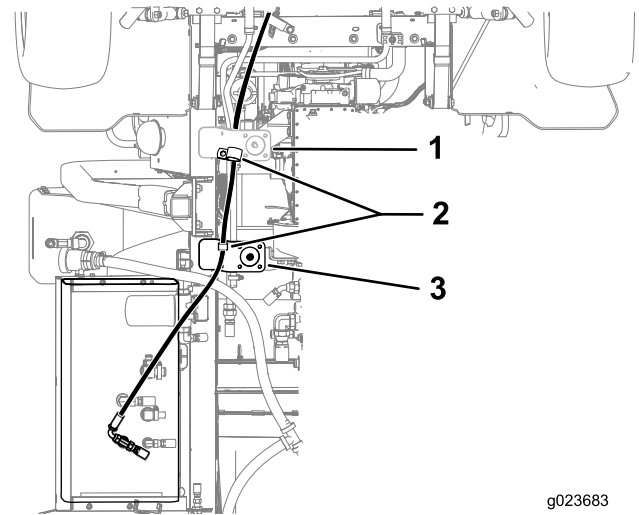

Bild 4
7. Befestigen Sie den Schlauch mit den zwei R-Klemmen an den Halterungen der Maschine (Bild 4).